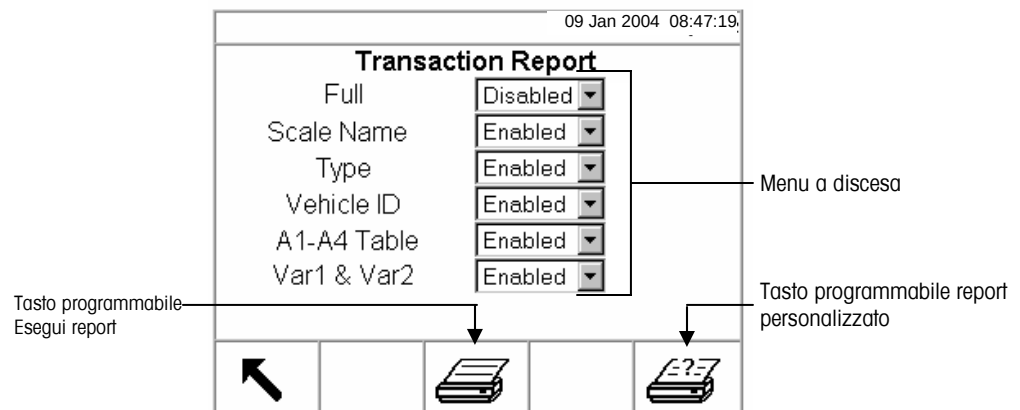

Figura 2-19: Schermata Impostazione report (Report transazione)
3. Premere il tasto programmabile RUN REPORT (ESEGUI REPORT). Viene visualizzata la schermata Impostazione report per il tipo di report selezionato (vedere la Figura 2-19).